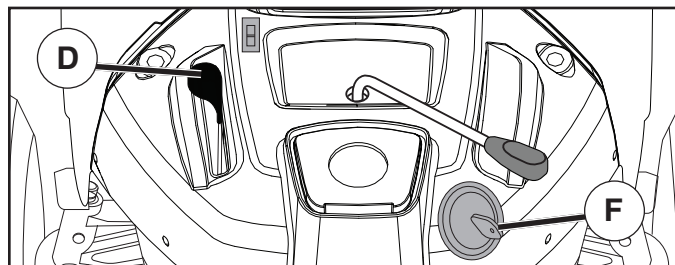

Fig. 9
- Mueva el control de la aceleración (D) a la posición de lento. **AVISO:** Si no se mueve el control de la aceleración a la posición de lento y se permite que el motor ande en vacío antes de pararlo puede producir la contraexplosión del motor.
- Gire la llave de ignición (F) a la posición de apagado "STOP" y remueva la llave al abandonar el tractor para evitar el uso no autorizado.
### PARA USAR EL CONTROL DE LA ACELERACIÓN (D) (Vea Fig. 9)